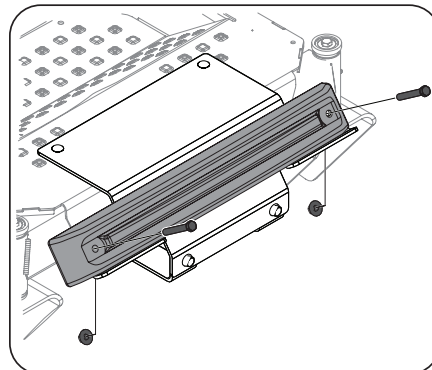

Figura 4-22
7. Coloque el contrapeso (719-04271A) en la ménsula (703-11046) y alínelos con las lengüetas. Asegure el contrapeso con 2 tuercas de tapa rosca (710-0859) y con 2 tuercas de seguridad con reborde (712-04217). Consulte Figura 4-22.